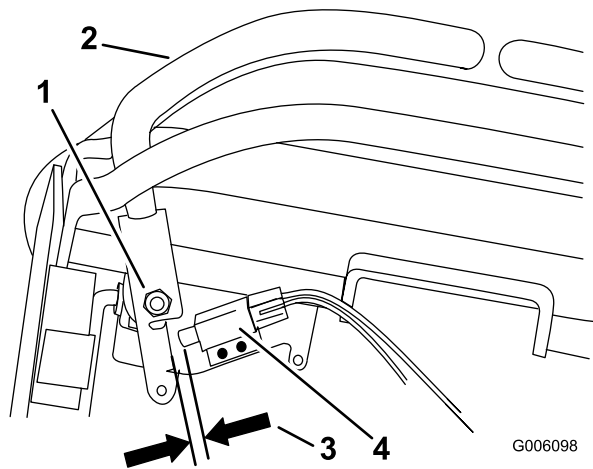

Figura 44
10. Compruebe la distancia entre la palanca de control y el interruptor, según se muestra en Figura 44. Debe ser de 3 mm.